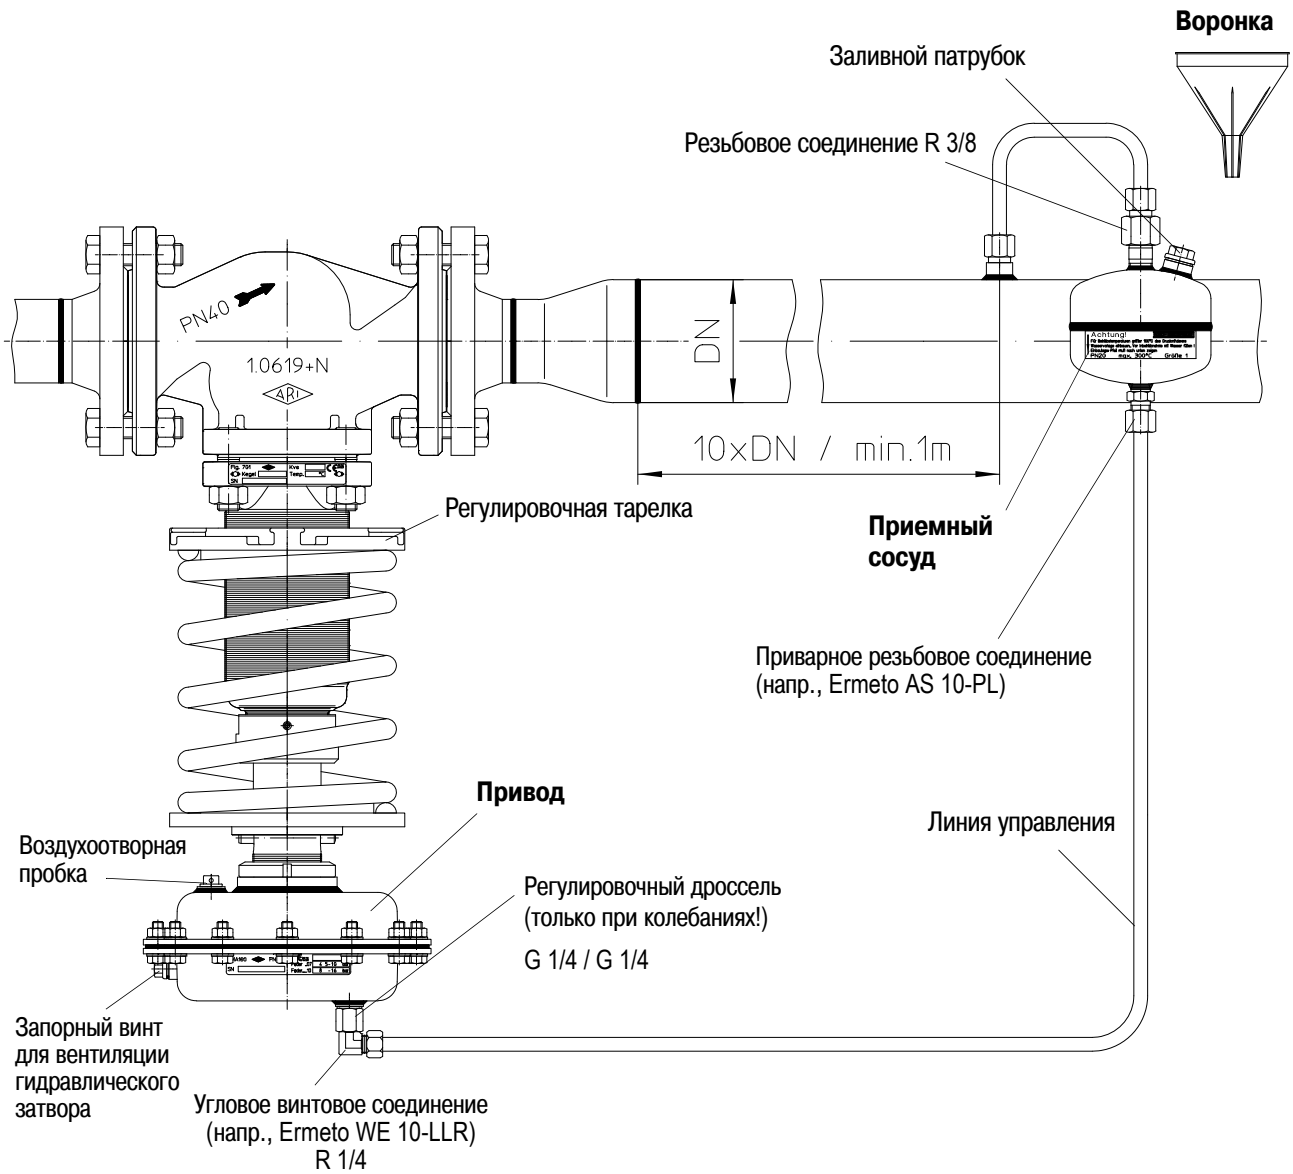

Рис. 6
- Полностью наполните установленный приемный сосуд средой (при работе с паром – водой), провентилируйте привод через запорный винт (см. Рис. 6).